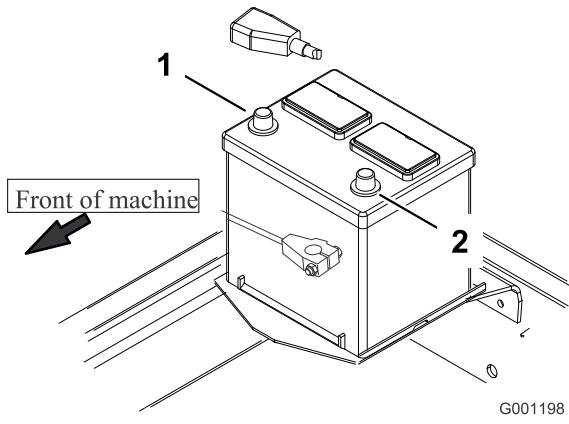

図 11
- まず、赤い(+)ケーブルをバッテリーの(+)端子に、黒いケーブル(-)はバッテリーの(-)端子に固定する(図11)。ショート防止のために(+)端子にゴムキャップをかぶせる。